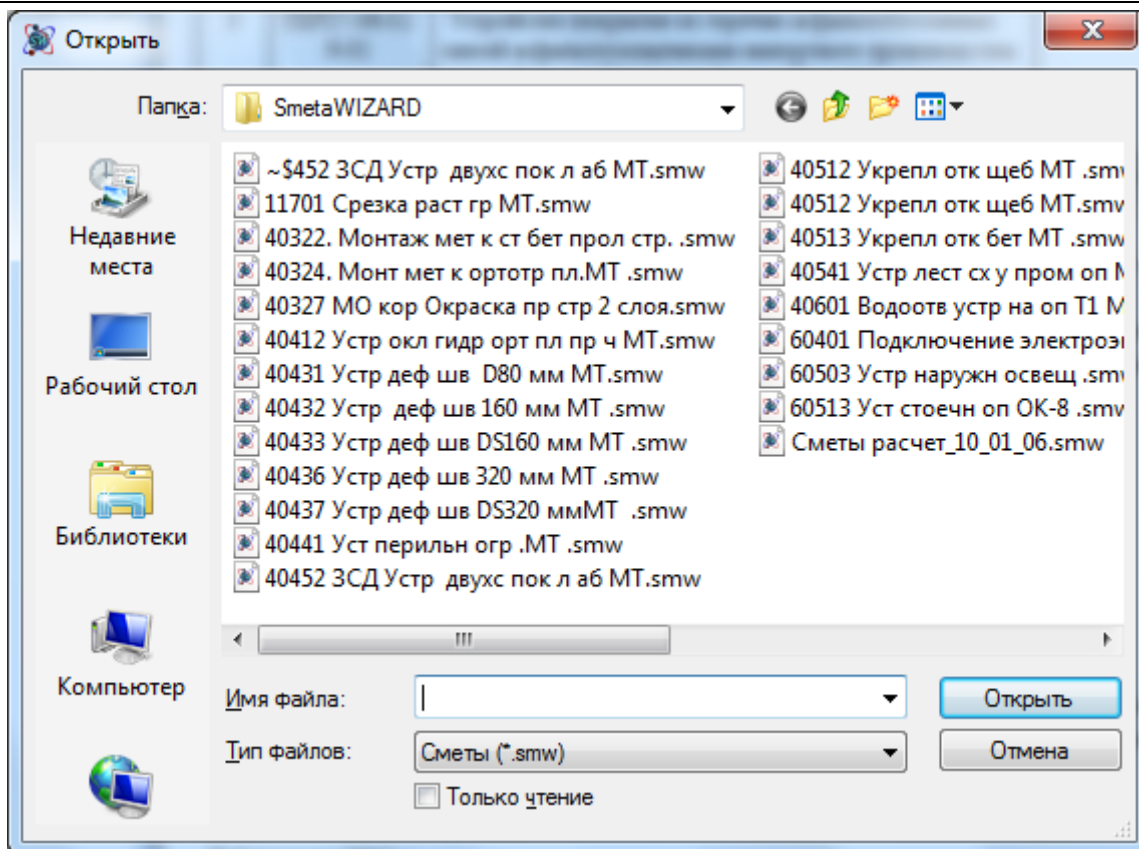

Рис. 1.24 Диалоговое окно Открыть
2. В открывшемся диалоговом окне *Открыть* (рис. 1.24) выбрать необходимый файл документа;